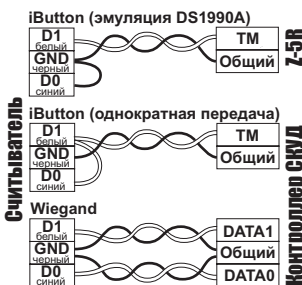

Рис.3 Выбор протокола передачи.
- Подсоедините провода к считывателю, в соответствии с рис.2 и рис.3. При подключении питания загорается красный светодиод.
В рабочем состоянии горит красный светодиод, сигнализируя наличие питания. При внесении в поле действия считывателя PROXIMITY-брелка, происходит чтение идентификационного номера брелка. Далее считанный идентификационный номер передается в контроллер по протоколу DallasTouchMemory(iButton) или Wiegand26 (в зависимости от выбора протокола передачи, рис.3). При считывании номера брелка и передаче его кода в течение 1 секунды мигает красный светодиод.